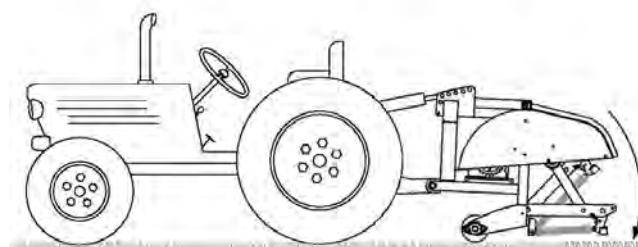

Figura 11
4. Baixe completamente o arejador até ao solo e expanda completamente o cilindro da articulação superior ou a articulação superior (Figura 11).